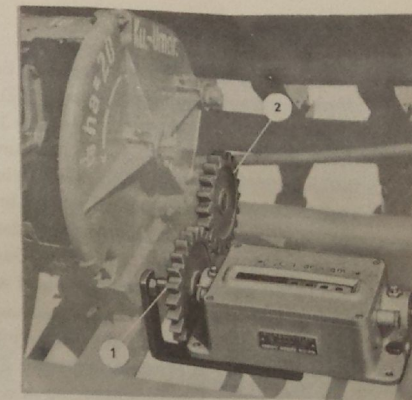

Abb. 23
Er dient zur Feststellung der ausgedrillten Fläche und damit zur Kontrolle des verbrauchten Saatgutes, oder hilft beim Teilen eines Feldes in zwei oder mehrere Teile. Die Anbringung erfolgt an allen Drillmaschinen, auch nachträglich, an der Getriebeinnenseite. Der Hektarzähler (Abb. 23) ist auf einer Konsole befestigt und wird mittels der zwei Schrauben (1), mit denen das Getriebe am Rahmen befestigt ist, angeschraubt. Der Antrieb erfolgt über ein Zahnrad (2) direkt vom Getriebe. Bei einer nachträglichen Bestellung ist es wichtig, die Fabrikationsnummer, Maschinenbreite und den Laufraddurchmesser anzugeben.